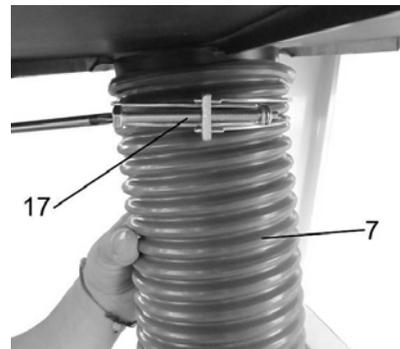

Fig. 7: Conexión de manguera
Paso 5: Inserte un accesorio de manguera (17) sobre la manguera de succión (7) hasta el tope de la conexión de aspiración del aparato y fijarlo con la abrazadera de manguera según la fig. 7.